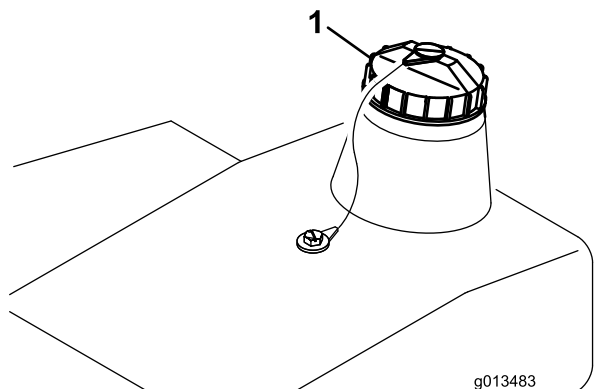

図 12
1. 異物をタンクに入れないよう、油圧オイル・タンクのキャップ取り付け部周辺をウェスできれいに拭く (図 12)。